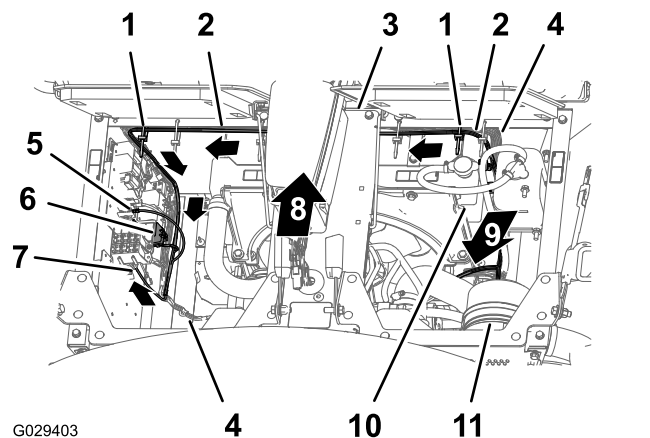

Figura 12
- Enrute el ramal del compartimento del motor de 197 cm del arnés de cables hacia abajo por el lateral izquierdo del radiador y por la parte inferior del panel eléctrico (Figura 12).
- Sujete el arnés de cables del kit de acabado al arnés de cables de la máquina con 2 sujetacables como se muestra en Figura 12.